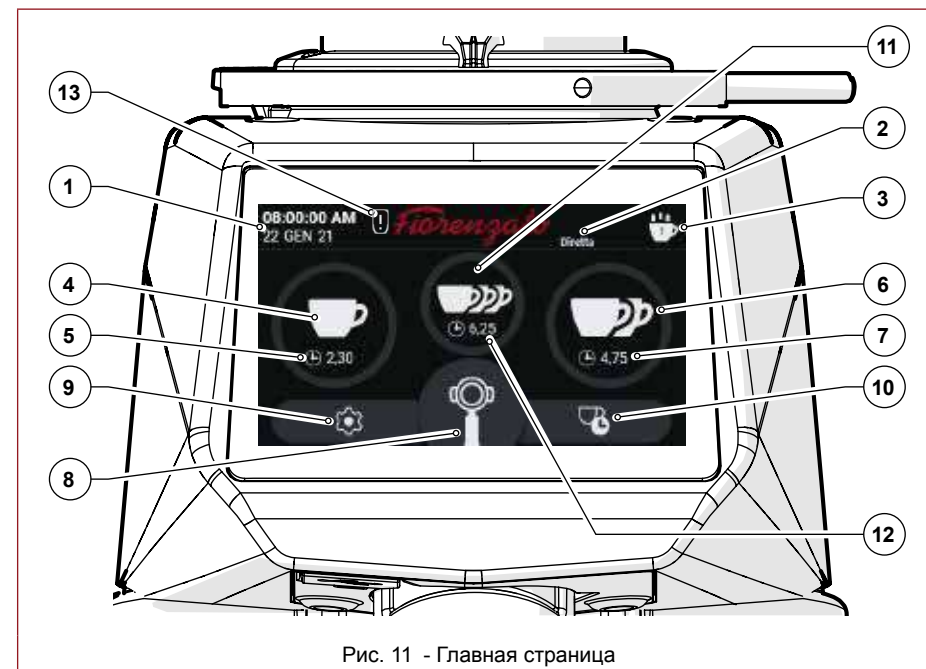

Рис. 11 - Главная страница
На сайте Рис. 11 показана ГЛАВНАЯ страница с описанием функциональных клавиш и полей дисплея. ГЛАВНАЯ страница может быть настроена из «Меню настроек», поэтому изображение, показанное на рисунке, может отличаться от экрана, фактически отображаемого на вашем приборе при первом включении.
На ГЛАВНОМ экране, представленном на Рис. 11, отображаются следующие поля и функциональные кнопки:
Доступ к «Меню настроек» осуществляется нажатием функциональной клавиши , которая всегда отображается в левом нижнем углу дисплея (см. Рис. 11 Поз. 9). После подачи команды на дисплее загрузится меню, при помощи которого можно будет выбрать изменяемый параметр и/или активируемую/деактивируемую функцию, просто прокручивая вниз список возможных вариантов, пока не будет найден интересующий пункт. Меню «Настройки» содержит следующие пункты:
Выберите нужную дозу (одинарную, двойную или тройную, если она подключена), нажимая соответствующую функциональную клавишу (см. Рис. 11 Поз. 4, 6 или 11). Значок нажатой клавиши начинает мигать, указывая на сделанный выбор.
Нажмите клавишу «Помол в ручном режиме» (см. Рис. 11 Поз. 8) для начала непрерывного помола. Помол останавливается автоматически при отпускании кнопки.
Нажмите функциональную клавишу для выбора одинарной, двойной или тройной порции (см. Рис. 11 Поз. 4, 6 или 11); при подаче команды немедленно начинается помол нужной порции.
В этом режиме микровыключатель активации отключен, а все кнопки выбора порций (см. Рис. 11 Поз. 4, 6, 8 и 11) могут быть активированы.
В этом режиме помол в ручном режиме (см. Рис. 11 Поз. 8) и клавиши выбора одинарной, двойной и тройной порции (см. Рис. 11 Поз. 4, 6 и 11) отключены.
Выберите нужную порцию (одинарную, двойную или тройную, если включена), нажимая соответствующую функциональную клавишу (см. Рис. 11 Поз. 4, 6 или 11). Когда выбор сделан, значок нажатой клавиши начинает мигать, указывая на то, что выбор сделан, и остается активированным до тех пор, пока не будет выбрана другая порция. Нажмите микровыключатель активации стаканом фильтра (один раз), чтобы начать помол выбранной порции.
В этом режиме ручной помол (см. Рис. 11 Поз. 8) также остается включенным.
- По завершении каждой выдачи обновляются счетчики статистики (см. Рис. 11 Поз. 3). В статистике непрерывный помол (см. Рис. 11 Поз. 8) соответствует увеличению числа выдач только на одну единицу. Циклы помола сохраняются, даже если опция «Показать статистику» отключена в меню технических настроек.
При отключенном ручном измельчении (Рис. 11 Поз. 8) соответствующая функциональная клавиша не может быть выбрана и отображается серым цветом.
Включает  или выключает  отображение функциональной кнопки «Статистика» на ГЛАВНОМ экране (см. Рис. 11 Поз. 3).